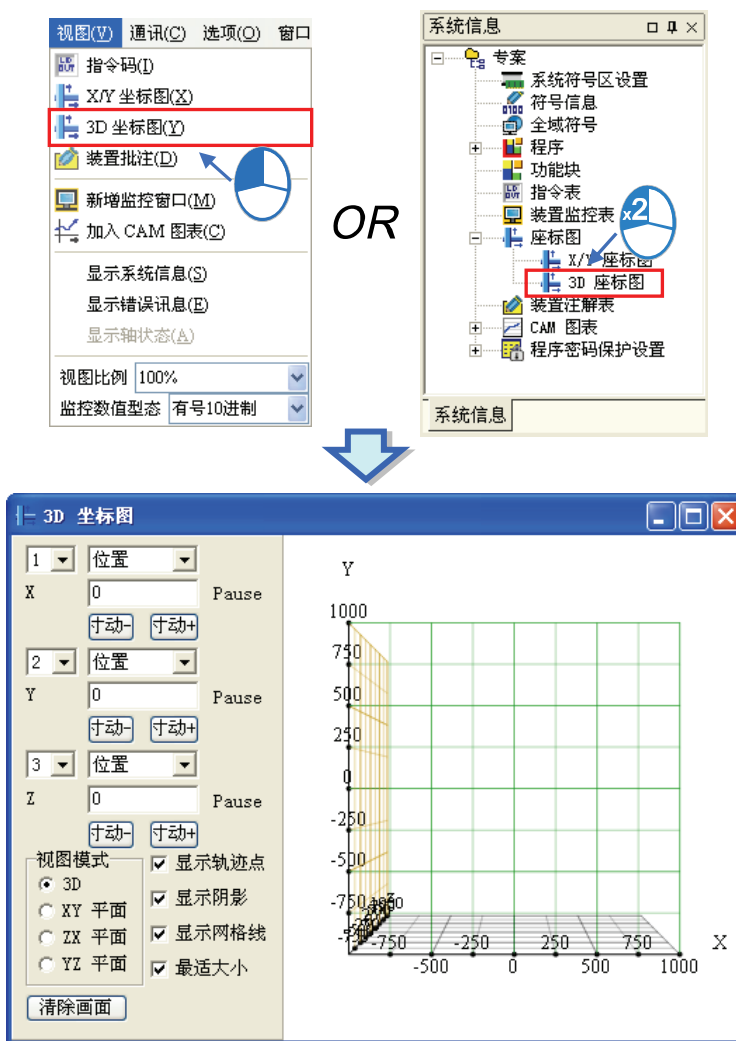

图 13-1 开启 3D 坐标图
- (1) 选择功能工具栏视图 (V) > 3D 坐标图 (Y) 或是双击系统信息区的「3D 坐标图」开启功能窗口，如图 13-1。